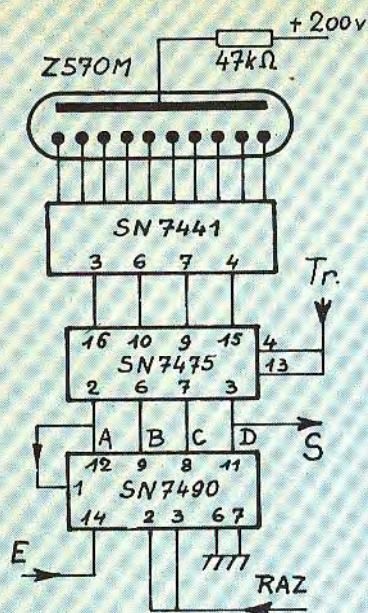

Fig. 10. — Décade FF2N.
- **Le compteur** (Fig. 10 et 12) :